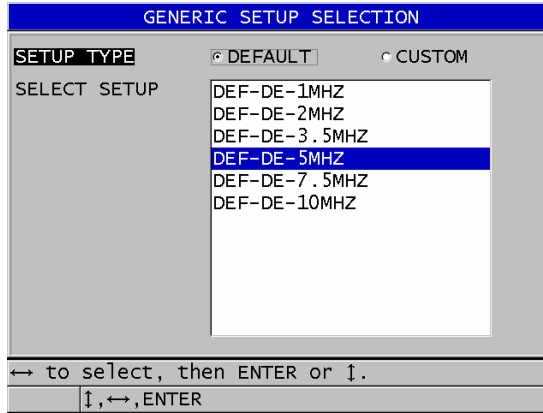

Figure 12-1 Écran GENERIC SETUP SELECTION
2. Dans l'écran **GENERIC SETUP SELECTION**, faites ce qui suit (voir la Figure 12-1 à la page 237) :